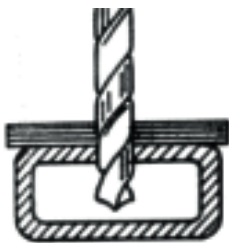

Fig. 3
1. Fure o material a ser rebitado utilizando uma broca com diâmetro 0,1 mm maior que o diâmetro do corpo do rebite (fig. 3);